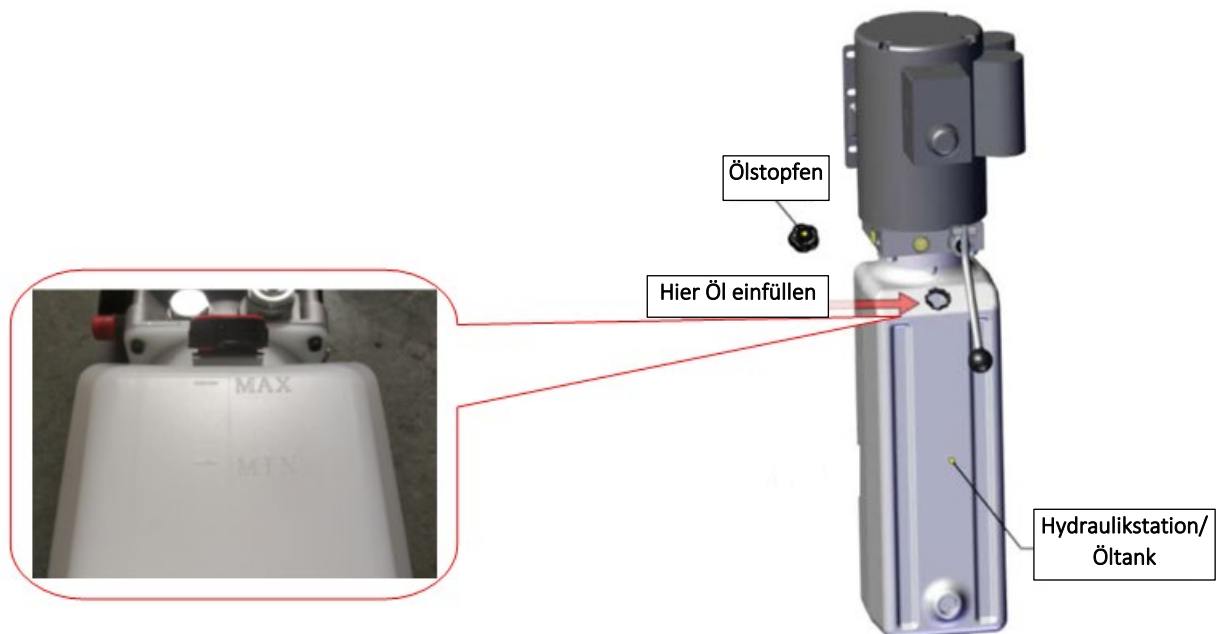

Fig. 12
Schritt 11 Auffüllen des Hydrauliköls (Abb. 12)